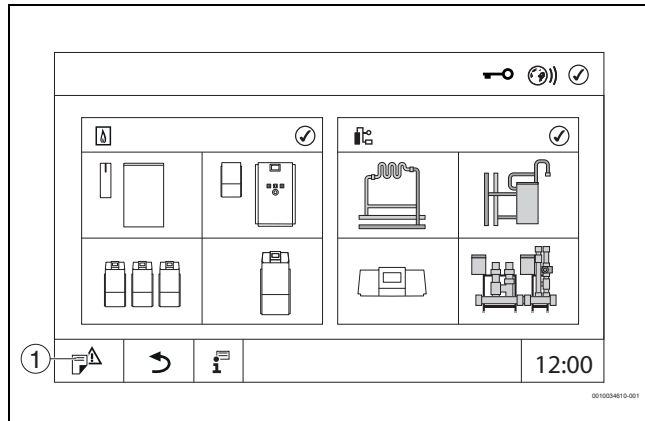

Bild 15 Servicemenü aufrufen (Beispiel)
- Symbol (→ Bild 15, [1]) ca. 5 Sekunden gedrückt halten.